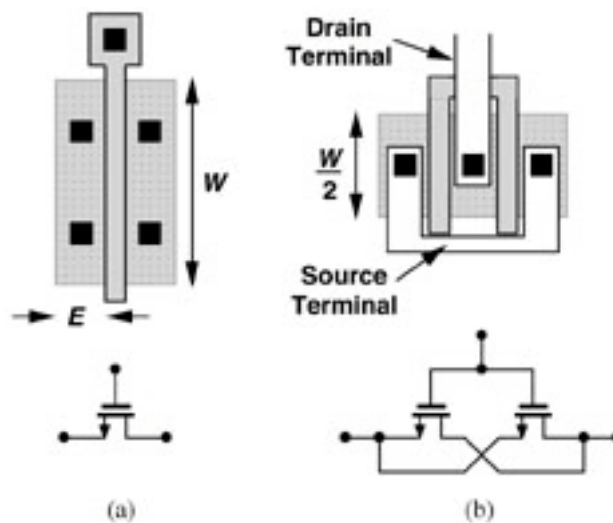

Figure II.3
**II.3** Citez 2 avantages à dessiner le masque (layout) d'un transistor comme dans la figure II.3(b) par rapport au masque de la figure II.3(a).